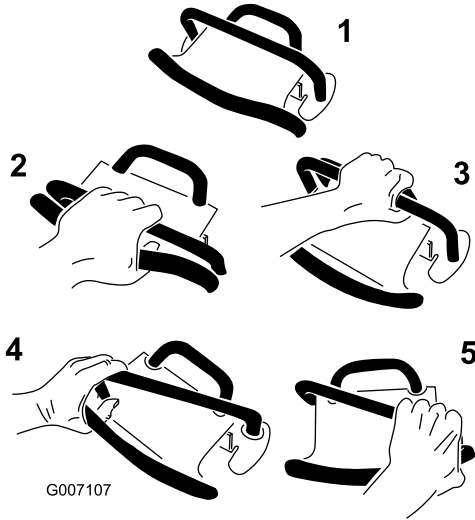

Figura 10
- Para conducir hacia adelante, mueva el control de tracción hacia adelante (número 2 en Figura 10).
- Para conducir hacia atrás, mueva el control de tracción hacia atrás (número 3 en Figura 10). **Mientras conduzca en marcha atrás, mire hacia atrás para asegurarse de que el camino está despejado, y mantenga ambas manos en la barra de referencia (Figura 9).**
- Para girar, mueva el control de tracción en la dirección deseada (números 4 y 5 en Figura 10).
- Para detenerse, suelte el control de tracción (número 1 en Figura 10).